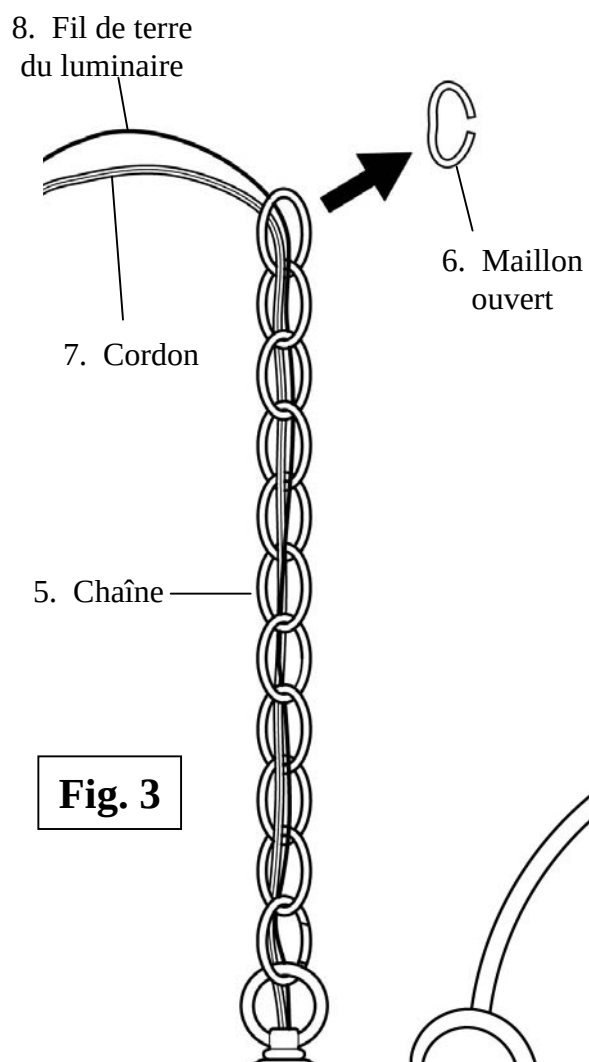

Fig. 3
4. Soulevez la chaîne (n° 5) et le corps du luminaire (n° 1) jusqu'à la boîte de sortie (n° 9) pour déterminer la longueur de chaîne nécessaire à l'installation. Identifiez le maillon que vous devez ouvrir pour retirer l'excédent de la chaîne. Ouvrez le maillon à l'aide de deux paires de pinces. Retirez l'excédent de la chaîne et mettez-le de côté. Conservez le maillon ouvert (n° 6). **(Fig. 3)**
5. Déroulez le cordon (n° 7) et le fil de terre du luminaire (n° 8). En commençant par l'anneau de suspension (n° 3), faites passer le cordon (n° 7) et le fil de terre du luminaire (n° 8) à travers les maillons de la chaîne (n° 5), en laissant un maillon vide entre chaque passage. **(Fig. 3)**